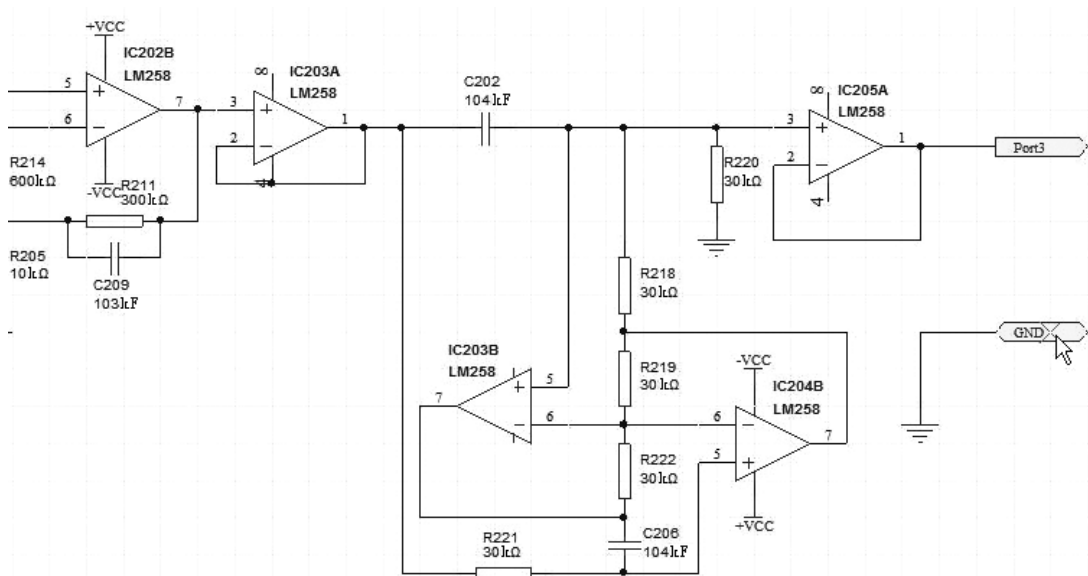

图 5-19 选择子原理图中的任一输入输出端口
1) 打开任意一个子原理图，选择菜单栏中的“工具”→“上/下层次”命令，或者单击“原理图标准”工具栏中的（上/下层次）按钮，此时光标变为十字形，移动光标到任意一个输入/输出端口处，如图 5-19 所示。在这里，我们打开子原理图“Sensor3. SchDoc”，把光标置于接地端口“GND”处。